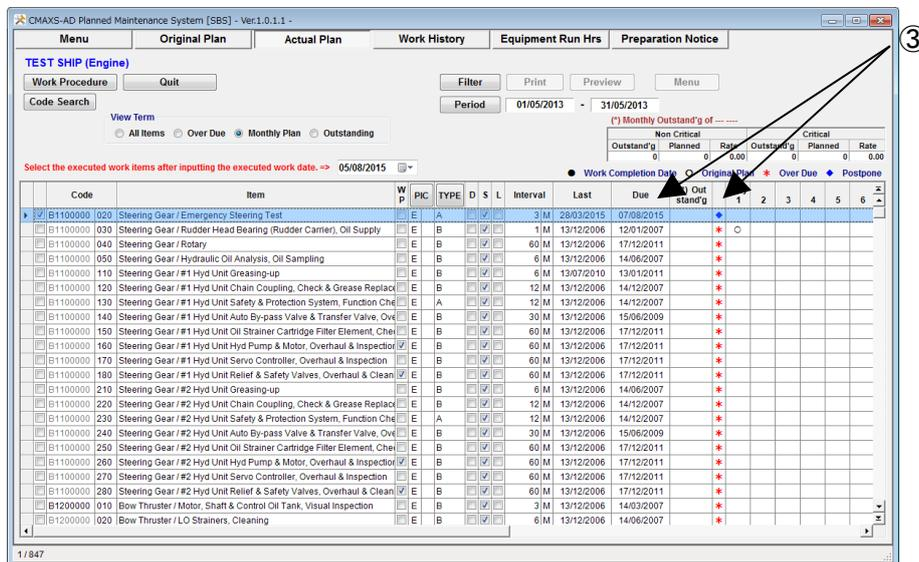

図 6-8 Actual Plan 画面
- (3) 上記(2)で設定した延伸日が新たな作業期日として表示されます。(図 6-8)